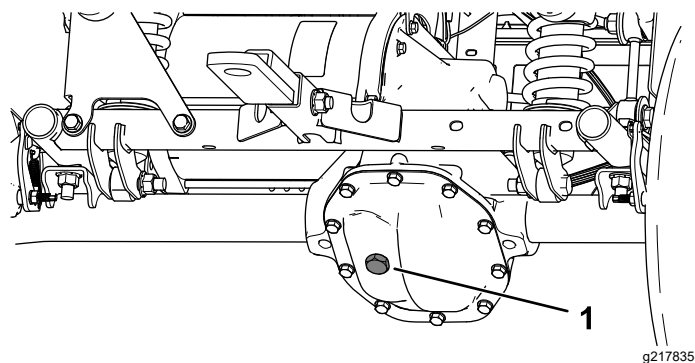

Figure 48
4. Enlevez le bouchon de remplissage de la boîte-pont (Figure 48).
spécifié jusqu'à ce qu'il ressorte par l'orifice (Figure 48).
4. Retirez le bouchon de remplissage de la boîte-pont et remplissez celle-ci avec le liquide spécifié jusqu'à ce qu'il ressorte par l'orifice de remplissage (Figure 48).